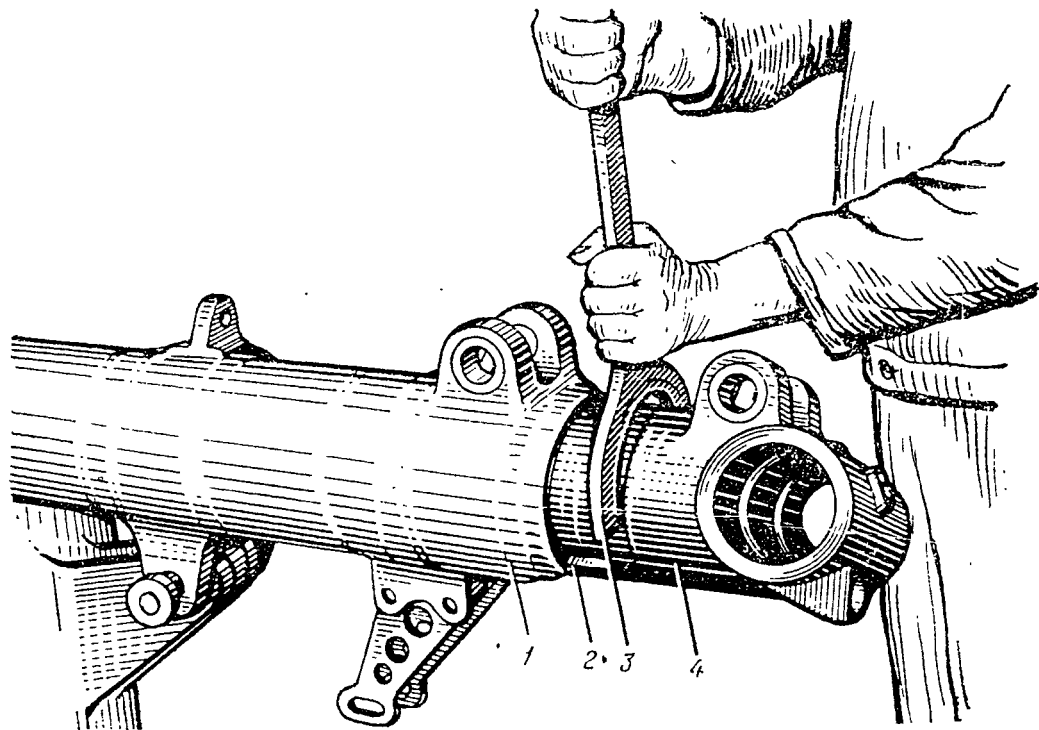

Рис. 5.3. Заверчивание или отворачивание нижней гайки-буksы с помощью ключа:
8. Отверните ключом 24-9024-210 (или 644/104) нижнюю гайку-букеу 2 (рис. 5.3).